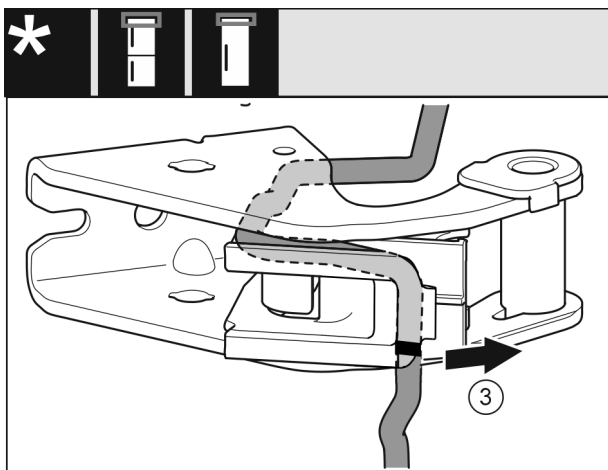

Fig. 29
- ▶ 从轴承座上拆下电缆及电缆支架 Fig. 29 (3)。